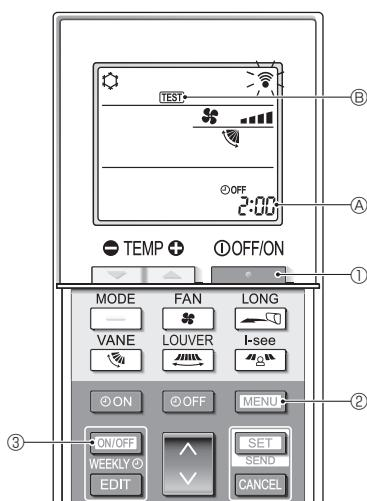

Fig. 7-5
7.2.2. Kablosuz uzaktan kumanda kullanarak (Fig. 7-5)
- Klimayı durdurmak için düğmesine ① basın.
- Haftalık zamanlayıcı etkinleştirilmişse (WEEKLY açık), devre dışı bırakmak (WEEKLY kapalı) için düğmesine ③ basın.
- 5 saniye boyunca düğmesine ② basın.
- düğmesine ② basın.